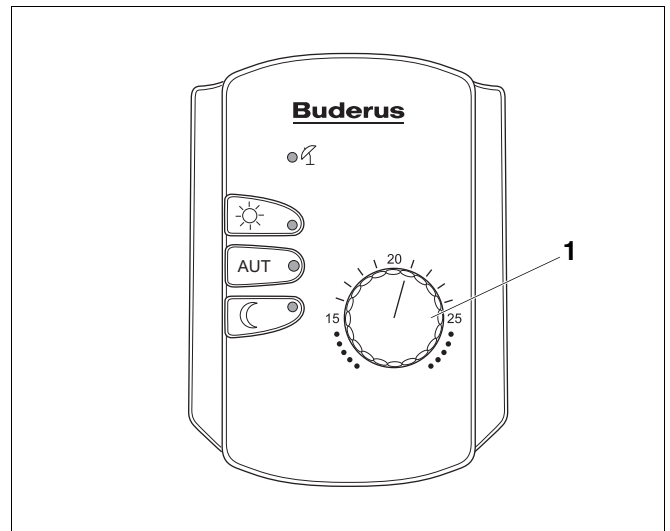

Fig. 11 Telecomando
- Ruotare la manopola (fig. 11, **pos. 1**) per impostare la temperatura ambiente, per esempio a 21 °C. Il campo di impostazione è di 11 °C–30 °C.